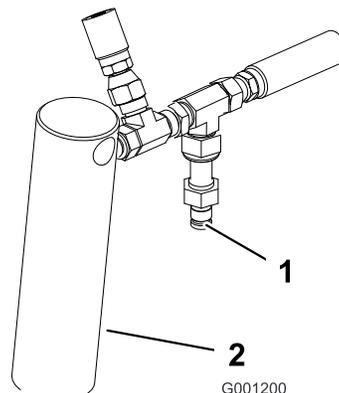

図 12
2. 右昇降シリンダの裏側にあるテスト・ポートに圧力計を取り付ける (図 12)。